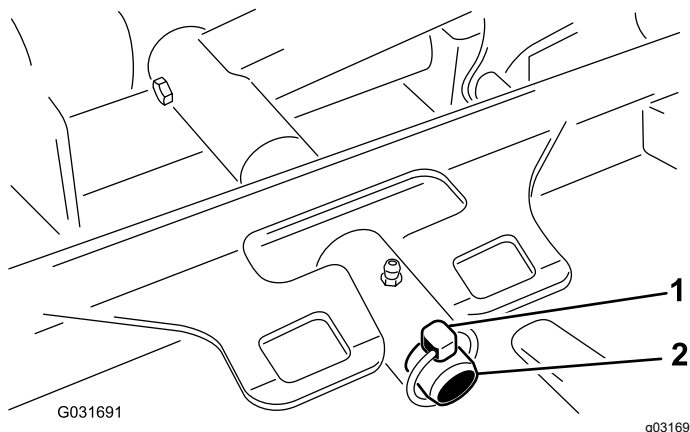

Figura 97
3. Retire o pino de sujeição que fixa a estrutura de suporte da plataforma ao pino da articulação do braço de elevação (Figura 97).
3. Deslize a estrutura de suporte da plataforma para o pino da articulação do braço de elevação e prenda-a com o pino de sujeição (Figura 97).